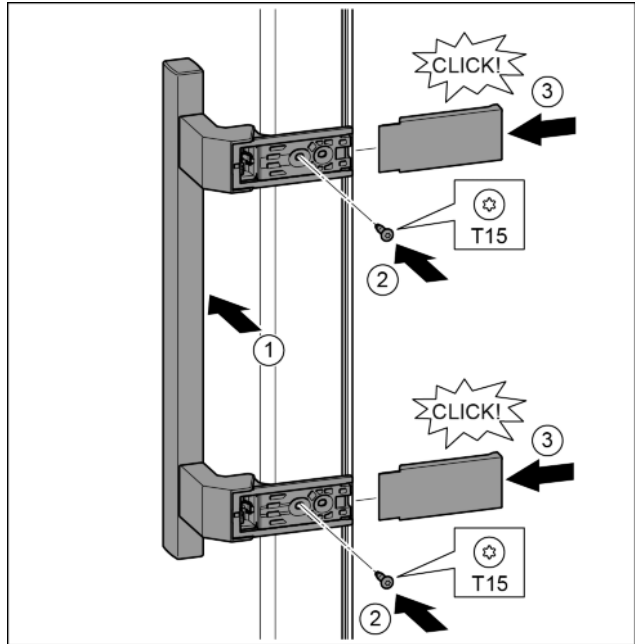

Fig. 39
- ▶ A fogantyút az ellenkező oldalon helyezze fel. Fig. 39 (1)
- ▶ Húzza meg a csavarokat a T15 csavarhúzóval. Fig. 39 (2)
- ▶ A fedelet helyezze fel oldalra és tolja fel. Fig. 39 (3)